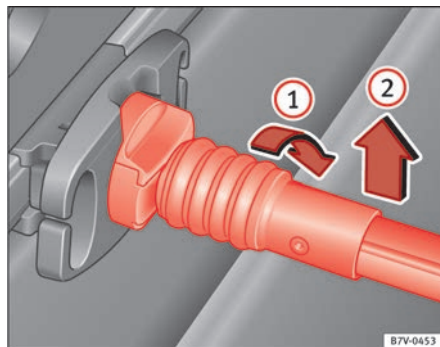

Fig. 98 Desenganche a rede para a bagagem.
- Rode a vareta de fixação 90° para a direita ⇒ Fig. 98 **(1)** até que a marca vermelha na vareta fique visível. Extraia a vareta de fixação para cima **(2)**.